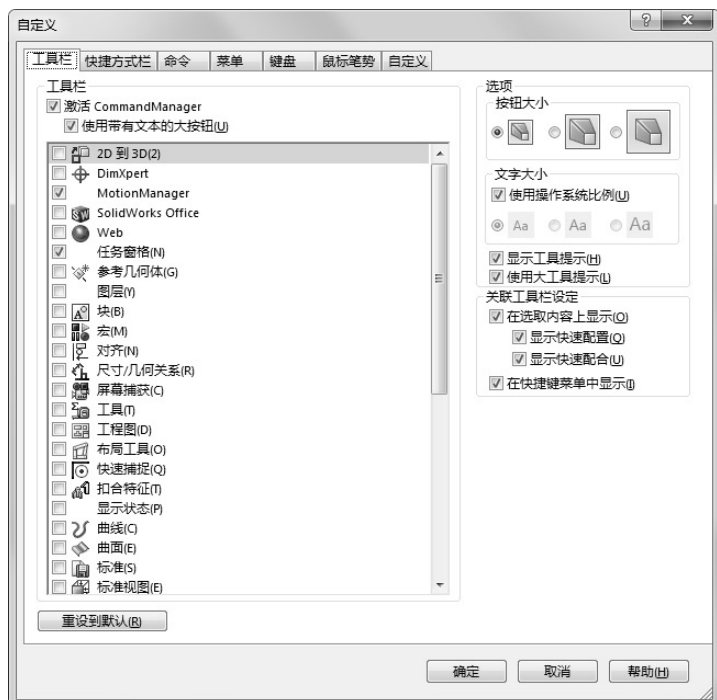

图 1-14 自定义工具栏操控板
- [3] 在【工具栏】标签上,选择想显示的工具栏并清除想隐藏的工具栏。自定义工具栏操控板如图 1-14 所示。选择应用到当前激活的 SolidWorks 文件类型中。